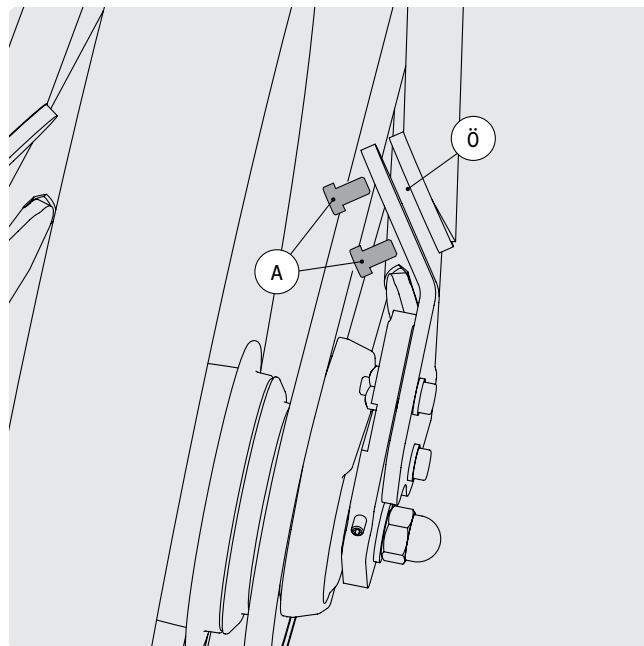

FIG. 46
Per la tensione della cinghia, procedere come per la tensione della catena. Per una migliore comprensione, si vedano le illustrazioni (fig. 46) per i passi successivi.
- 1 Allentare entrambe le viti A del blocco del telaio (fig. 46).